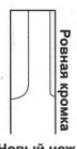

Рис. 18.
1 Убедитесь, что на ноже (S) отсутствуют признаки деформации, износа и повреждений. (См. рис. 18.)